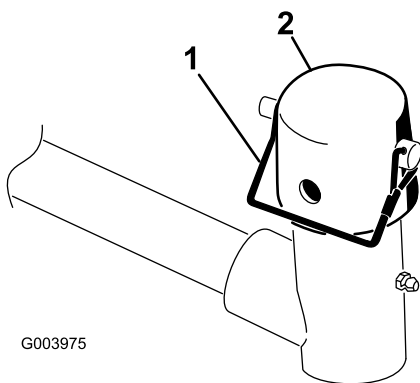

Figure 7
6. Retirez la goupille à fermoir et le capuchon de la chape de pivot du bras de relevage (Figure 7).
10. Fixez le capuchon et l'arbre du bâti porteur à la chape du bras de relevage avec la goupille à fermoir. Utilisez la fente si un plateau de coupe directionnel est recherché ou utilisez le trou si le plateau de coupe doit rester fixe (Figure 7).